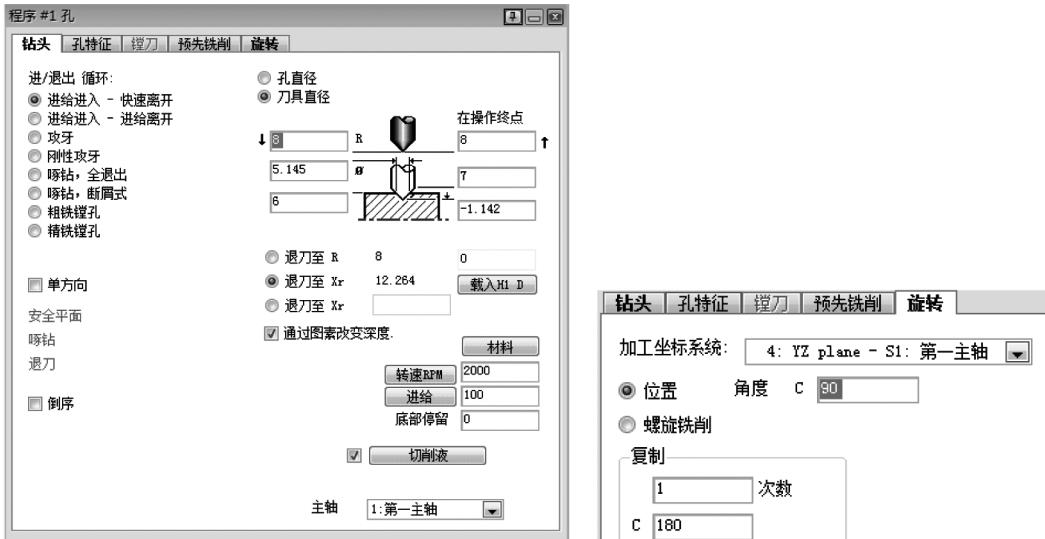

图 7-29 钻孔程序 1
1) 用#6 刀具为程序#1 创建如图 7-29 所示的钻孔程序。